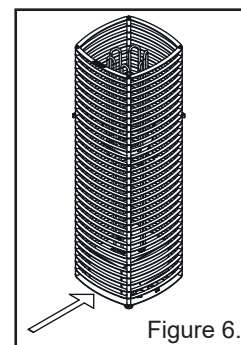

Figure 6.
- L'interrupteur de commande se trouve à l'avant de la partie inférieure du poêle (voir figure 6).